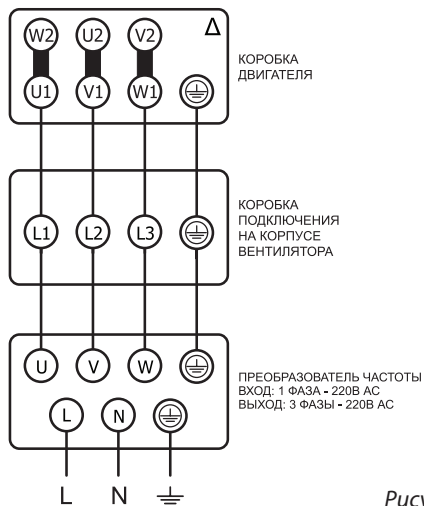

Рисунок 3
11.2 Допускается вентиляторы с двигателями на номинальное напряжение Δ/Y 220/380 В подключать к однофазной сети с переменным напряжением 220 В только через однофазный преобразователь частоты с выходом три фазы по 220 В переменного тока, предварительно переключив схему соединения обмоток двигателя в треугольник Δ 220В (см. рисунок 3), в противном случае двигатель может выйти из строя.